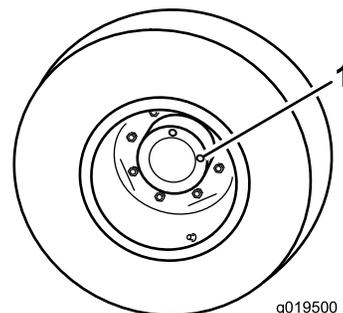

Figura 14
1. Com a máquina numa superfície nivelada, posicione a rode de forma a que um tampão de verificação (Figura 14) fique na posição das 12 horas e o outro na das 3 horas.
2. Retire o tampão da posição das 3 horas (Figura 14). O óleo deve ficar ao nível do fundo do orifício do tampão de de verificação.